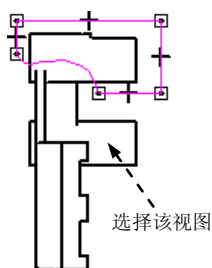

图 10.4.24 绘制曲线
(1) 选择命令。选择 **主页** 选项卡 **图纸视图** 区域中的 **局部剖** 命令，系统弹出“局部剖”命令条。
(2) 在系统 **选择图纸视图以绘制轮廓。** 的提示下，在图形区选择图 10.4.24 所示的视图进
(3) 绘制图 10.4.24 所示的封闭曲线作为剖切范围，然后单击“关闭局部剖”按钮  返回到前一个环境。